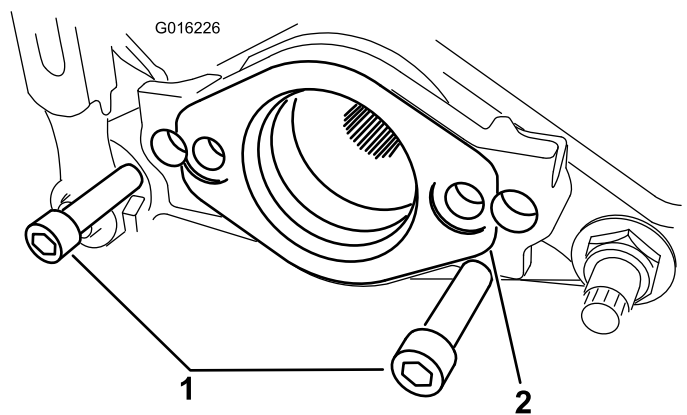

Рисунок 5
8. Если вы устанавливаете данный комплект на машину TriFlex, выверните два болта, крепящих монтажную опору двигателя к режущему блоку. Снимите монтажную опору двигателя (Рисунок 5).